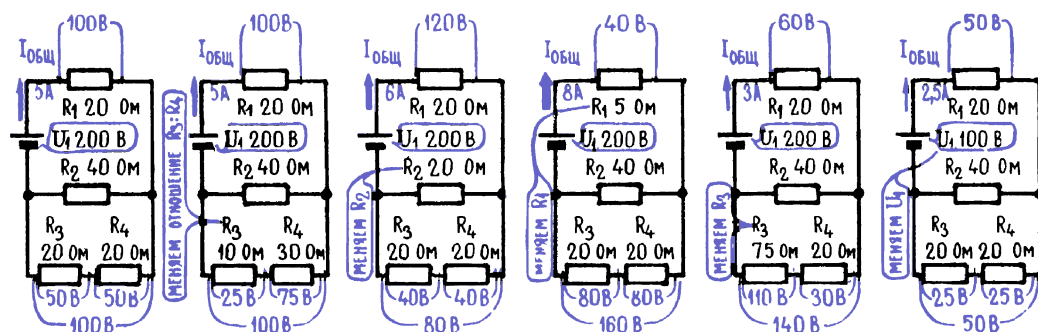

Рис. 4.15. Примеры взаимовлияния элементов электрической цепи
16. Любой элемент электрической цепи может влиять на режим (напряжение, ток, мощность) всех других ее элементов. Обдумывая очередной ход в шахматной партии, приходится учитывать множество возможных его последствий. Точно так же, изменяя сопротивление какого-либо участка сложной электрической цепи, приходится думать о том, что произойдет на всех других участках. Потому, что элементы сложной цепи взаимосвязаны, они разными путями и в разной степени влияют на условия жизни своих близких и далеких соседей. Научиться разбираться в электронных схемах, научиться, как принято говорить, свободно читать схемы – это прежде всего значит научиться быстро оценивать, как именно связаны между собой элементы сложной цепи, как они влияют на токи, напряжения, потребляемые мощности, одним словом, на режим других элементов. Именно на это направлено наше постепенное, шаг за шагом, путешествие в мир электротехники и электроники. Первые шаги на этом пути уже сделаны. Несколько полезных шагов поможет сделать рис. 4.15, где на некоторых примерах показано, как тот или иной элемент, в зависимости от его «места под солнцем», влияет на режим всех остальных.